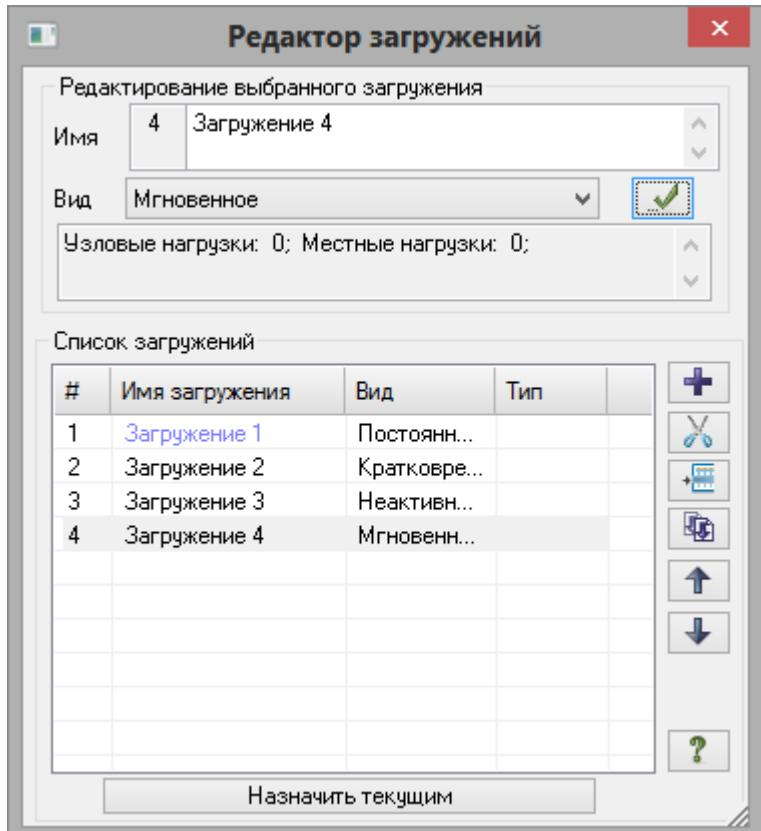

Рис.5.22. Диалоговое окно Редактор загружений
- Вызовите диалоговое окно **Редактор загружений** (рис.5.22) щелчком по кнопке – **Редактор загружений** (панель **Нагрузки** на вкладке **Создание и редактирование**).
Так как вид загружений задавался в диалоговом окне **Редактор загружений** (рис.5.22) таблица РСУ сформировалась автоматически с параметрами, принятыми по умолчанию для каждого загружения. Далее нужно только изменить параметры для первого, второго и четвертого загружений.